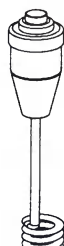

Рисунок 11
7.2.16 Кнопка управления рентгеновским излучением (см. рисунок 11) предназначена для включения рентгеновского излучения.